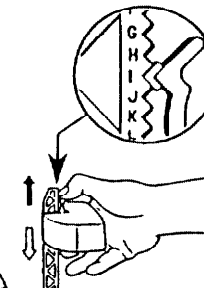

Fig. 4
- Vérifier que la lettre utilisée pour le réglage du flotteur haut (fig.4) corresponde au tableau ci-dessous :
- Assembler la soupape, suivant les schémas, (fig. 4 à 7).